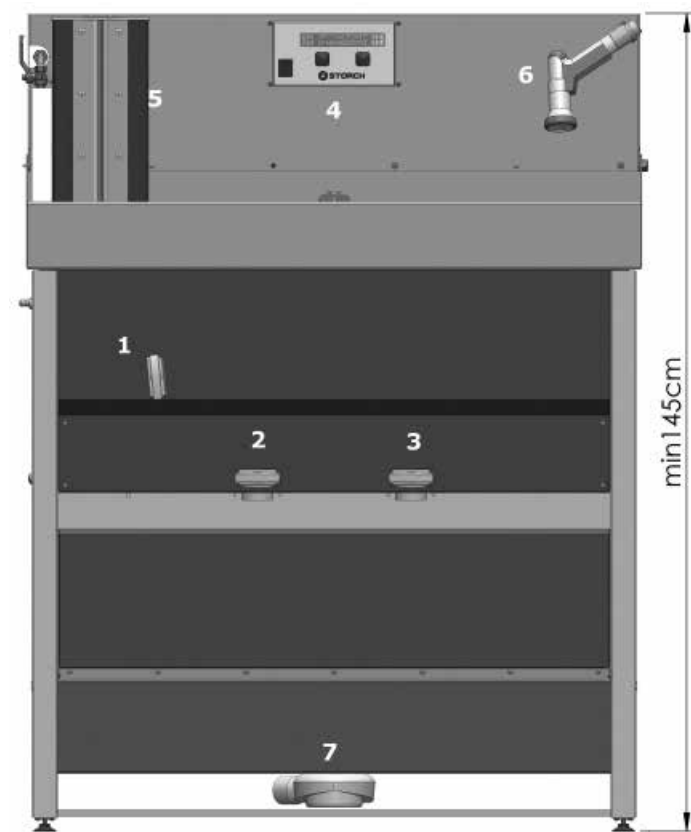

Fig. 1
Après avoir positionné l'appareil, l'écoulement fourni (7) fig. 1, 2 est raccordé à la conduite d'évacuation existante du client. Hauteur de l'écoulement du client max. 100 mm
- Nettoyage des outils / bidons avec la douchette fournie (6) fig. 1
- Nettoyage des rouleaux dans le TurboWash (TurboWash en option = accessoires) (5) fig. 1, 2, 5, 6
- Mettre l'installation en service avec le bouton marche/arrêt de la commande (4) fig. 1
cela peut survenir lorsque le niveau d'eau est trop bas dans le bac de réaction. De l'air servant à la flottaison des flocons est ajouté pendant la procédure de floculation. Dans cette situation, ne pas ouvrir l'extraction d'eau claire après la floculation (1) fig. 1, mais directement l'écoulement (2) fig. 1 ou (3) fig. 1, en fonction de ce qu'affiche la commande.